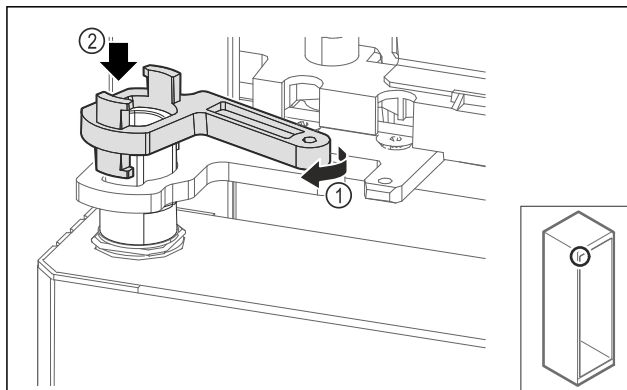

Fig. 66
- ▶ Lagano okrenite blokadu podloška ležaja Fig. 66 (1) i natakните je na čahuru Fig. 66 (2).